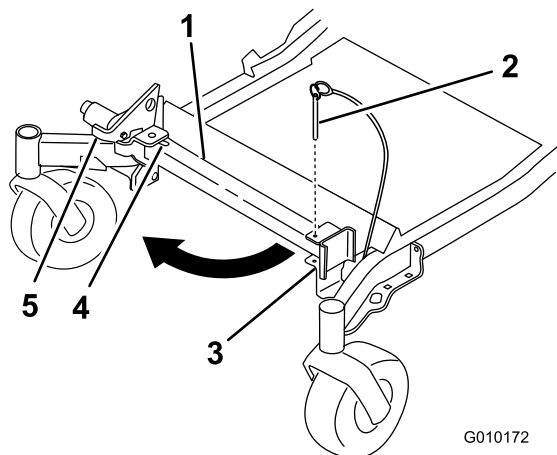

Figura 40
2. Togliete il perno dalla staffa (Figura 40).
- Riportate il supporto in posizione di riposo (Figura 40).